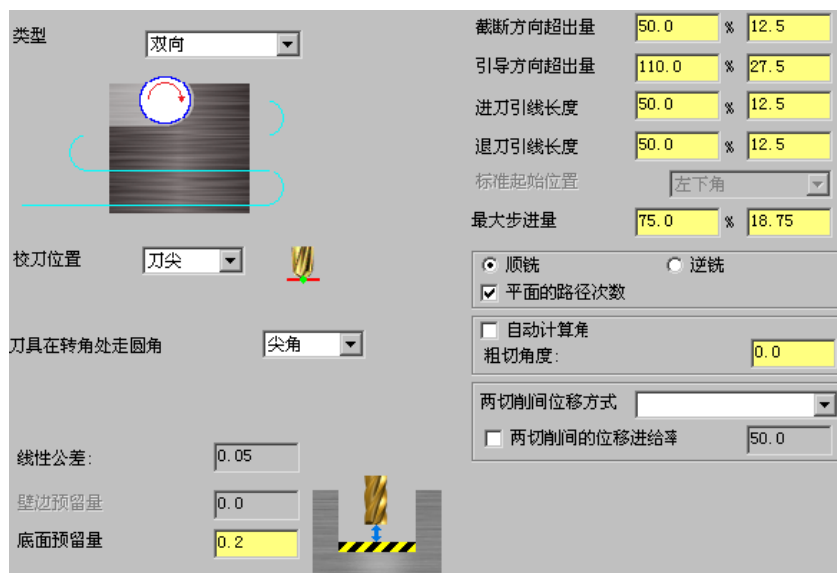

图 25.9 “切削参数”参数设置界面
(3) 设置刀具的加工参数。单击“定义刀具-机床群组-1”对话框中的 **参数** 选项卡, 在 **进给率** 文本框中输入值 400.0, 在 **下刀速率** 文本框中输入值 200.0, 在 **提刀速率** 文本框中输入值 500.0, 在 **主轴转速** 文本框中输入值 800.0。
(4) 设置冷却方式。在 **参数** 选项卡中单击 **Coolant...** 按钮, 系统弹出“Coolant...”对话框, 在 **Flood** (切削液) 下拉列表中选择 **On** 选项, 单击该对话框中的 **✓** 按钮, 关闭“Coolant...”对话框。
Step8. 设置加工参数。在“2D 刀具路径-平面铣削”对话框的左侧节点列表中单击 **切削参数** 节点, 设置图 25.9 所示的参数。